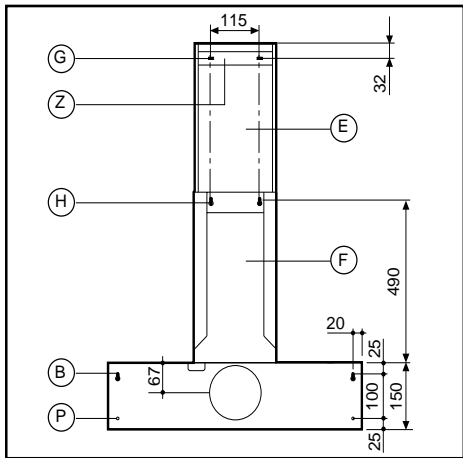

Fig.2
Make 4 holes (B-P) according to the measurements indicated in fig. 2. For the various assembly operations, use screws and anchors suitable for the type of wall (eg., concrete, plasterboard, etc.)
Hang the hood on the wall using the two holes (B) fig. 2.
Make four holes (G-H) according to the measurements indicated in fig. 2
Secure the bracket (Z) to the wall fig. 2
Hang the pipe fitting (F) using the 2 holes (H) fig. 2
Unter Beachtung der auf den **Abbildungen 2 und 3** angegebenen Werte 4 Bohrungen (B – P) ausführen **Abb. 2**.
Beiden verschiedenen Montagen für die Art der Wand (z. B. Zement, Rigips usw.) geeignete Schrauben und Spreizdübel verwenden. Die Haube unter Verwendung der beiden Bohrungen (B) auf **Abb. 2** der Wand anbringen.